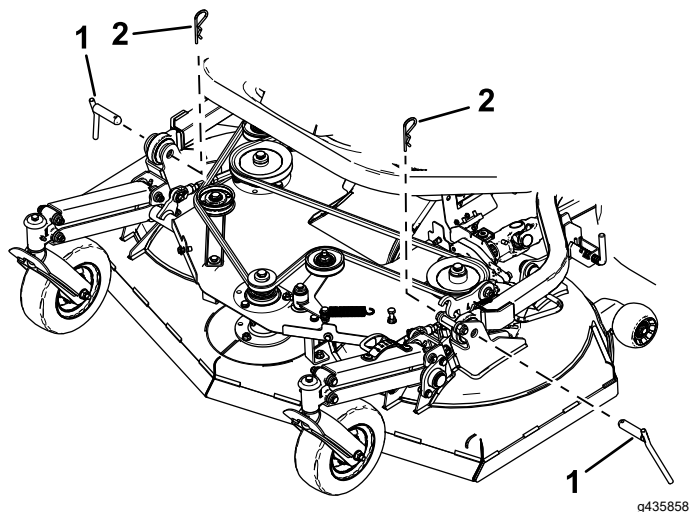

Bild 92
10. Entfernen Sie die zwei Splinte und die zwei Lastösenbolzen, mit denen die Hubarme an jeder Seite des Mähwerks befestigt sind (**Bild 92**).
5. Setzen Sie den Splint und den Lastösenbolzen ein, um die Hubarme an jeder Seite zu befestigen, siehe **Bild 92**.